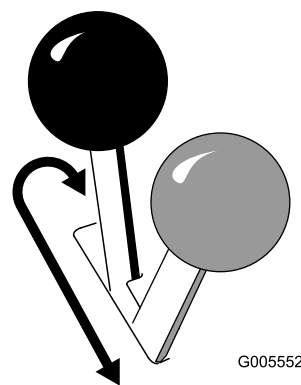

図 13
- 駐車ブレーキを掛けるには、レバーを左前方に押ししてから手前に引く 図 13。
- ブレーキを解除するには、レバーを前方に押してから右に動かしてノッチに入れる 図 13。